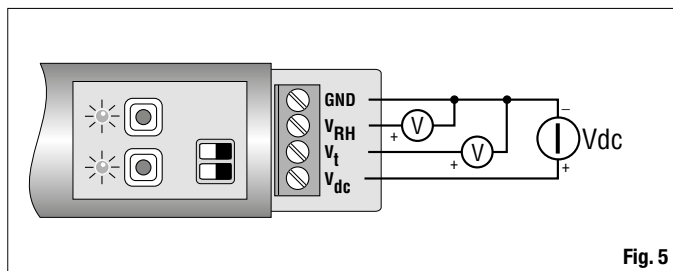

Fig. 5
2. Connecter les fils d'alimentation de l'instrument conformément aux schémas de raccordement représentés dans les figures 5 (HD9008TRR) et 6 (HD9009TRR).